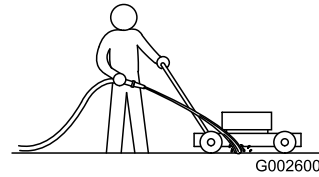

Figure 53
1. Mettez le moteur en marche lorsque la tondeuse se trouve sur une surface revêtue plane et dirigez un jet d'eau devant la **roue arrière droite** (Figure 53).